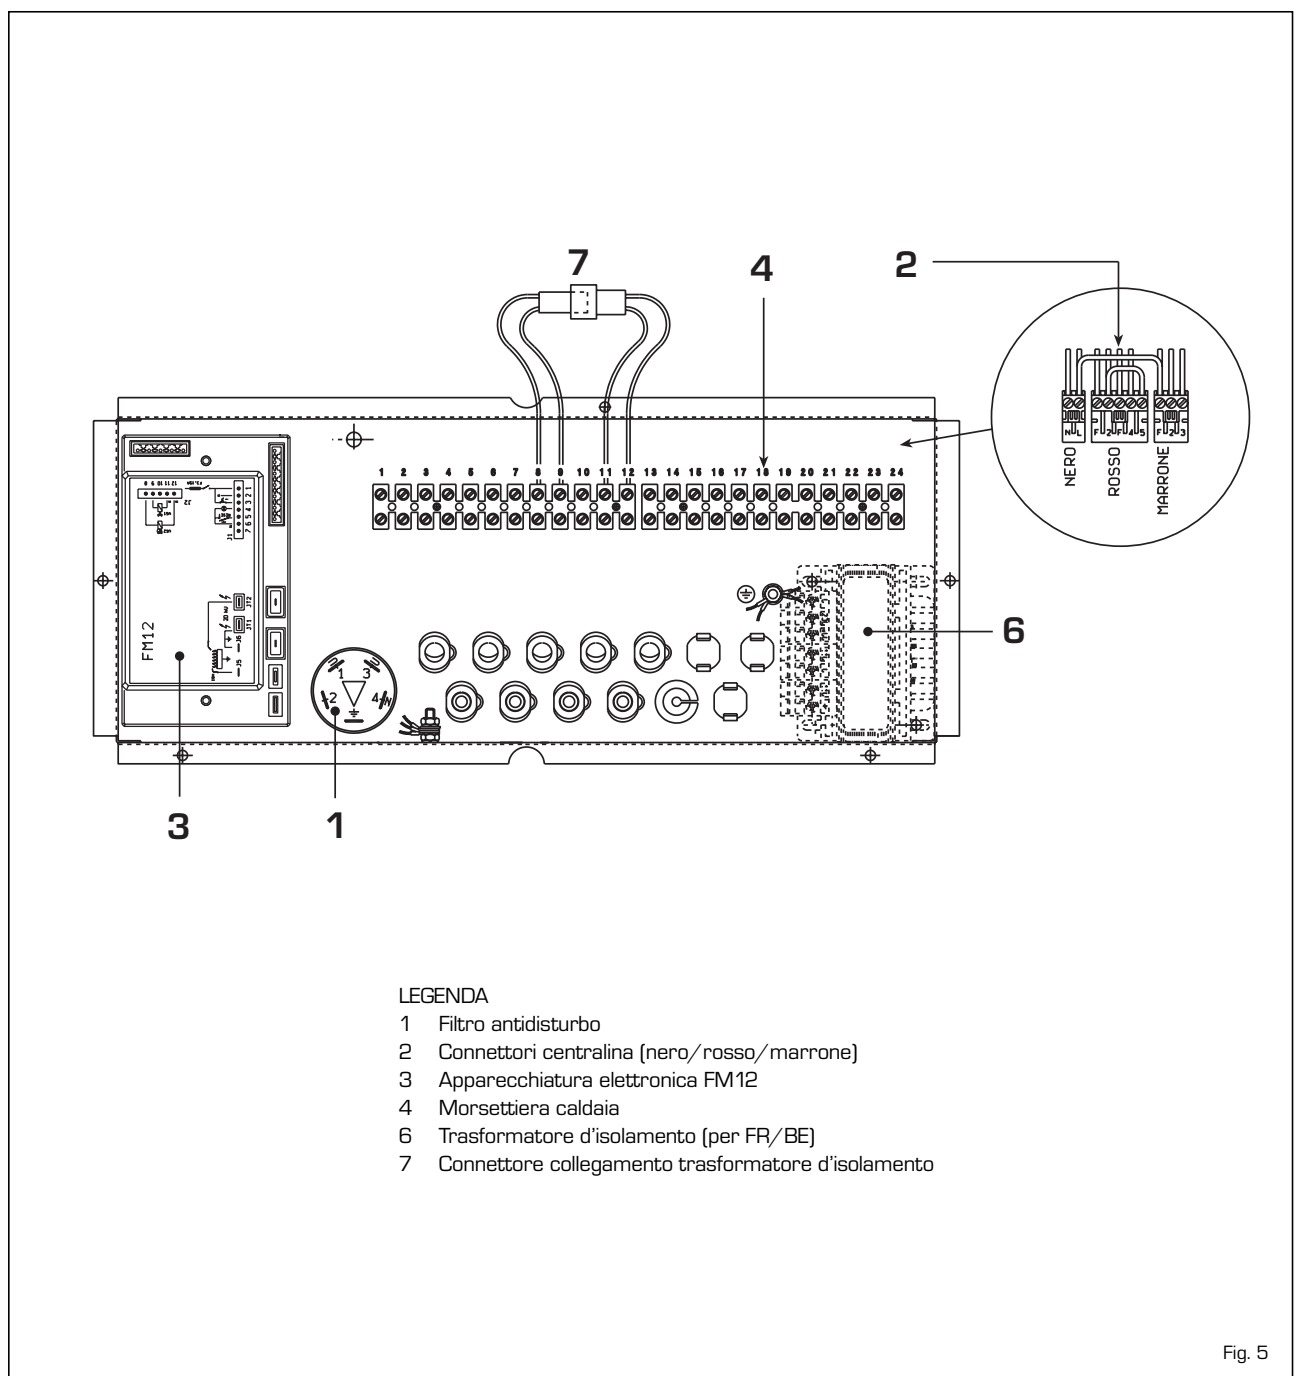
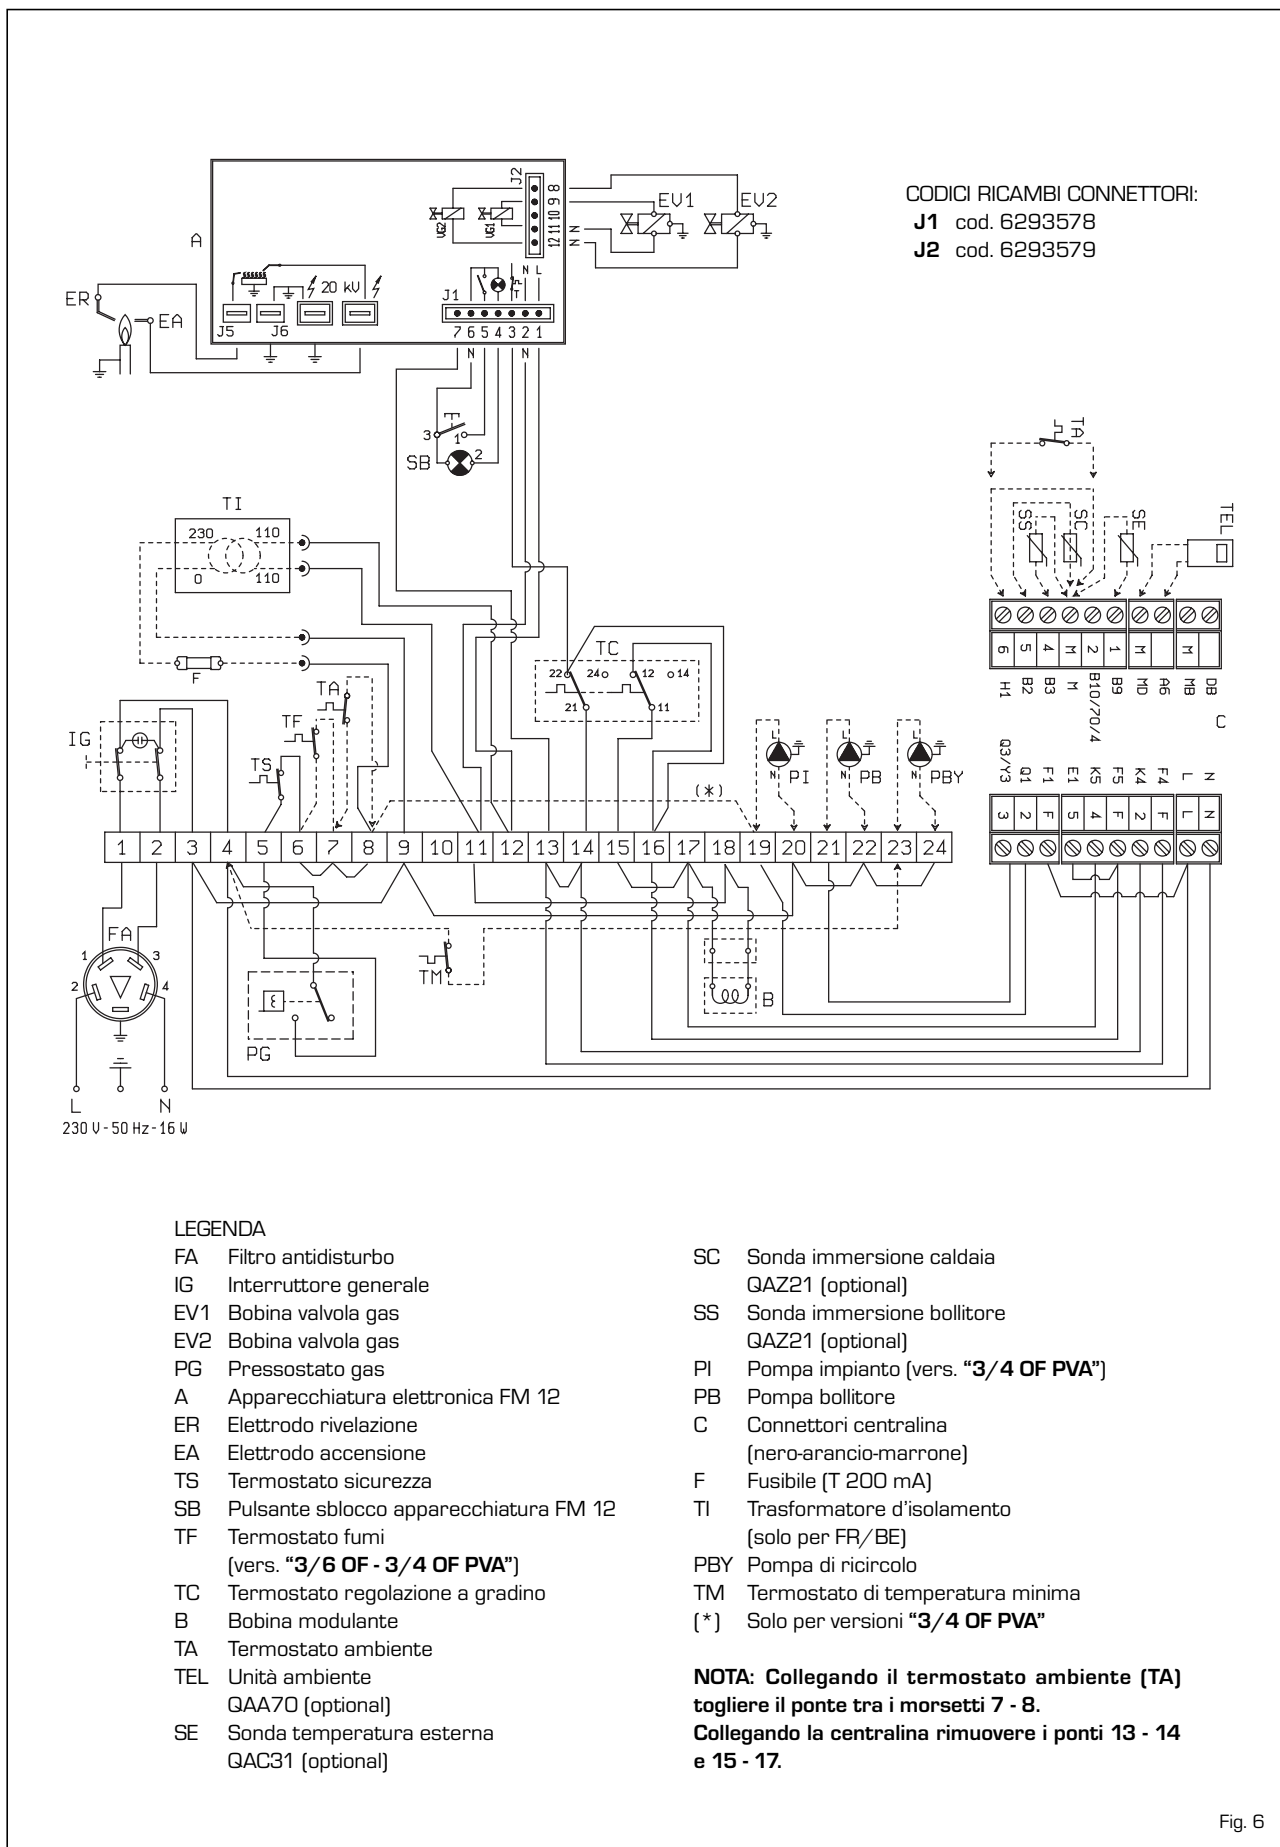

Fig. 5
Fig. 6
serie di connettori per l'installazione di una centralina optional RVA 43.222 cod. 8096303, contrassegnati da diversi colori: nero, arancio e marrone (fig. 5). I connettori sono polarizzati cosicché non è possibile invertirne l'ordine. Per installare la centralina RVA 43.222 è necessario collegare tali connettori e rimuovere dalla morsettiera i ponti 13-14 e 15-17 (contrassegnati in grassetto nello schema elettrico di fig. 6). La centralina consente inoltre l'utilizzo di sonde e unità ambiente i cui connettori, polarizzati e colorati, si trovano in un sacchetto all'interno del quadro comandi.
Per il montaggio della sonda temperatura esterna (SE) seguire le istruzioni riportate nell'imballaggio della sonda stessa. Per effettuare i collegamenti elettrici fare riferimento allo schema di fig. 6.